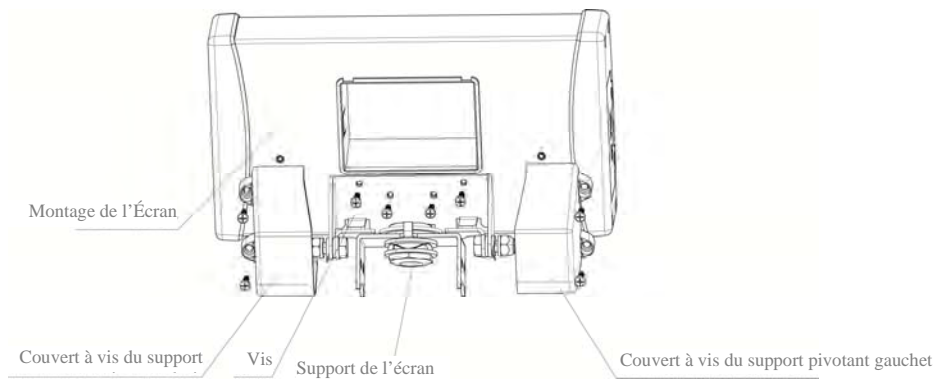

Figure 6
13. Faites pivoter le support de l'affichage pour qu'il soit perpendiculaire à la rampe (voir Figure 6). Positionnez l'affichage près du support de l'affichage. Branchez le connecteur du câble de la cellule de charge dans le port de la cellule de charge à l'arrière du montage de l'écran. Le port est identifié « LOAD CELL » (voir Figure 7).